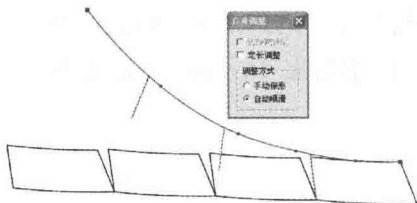

图6-55 腰贴处理步骤2
②选择 【合并调整】工具，把复制组合腰贴上口弧线调顺（图6-55）。